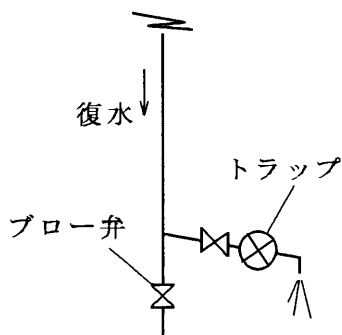
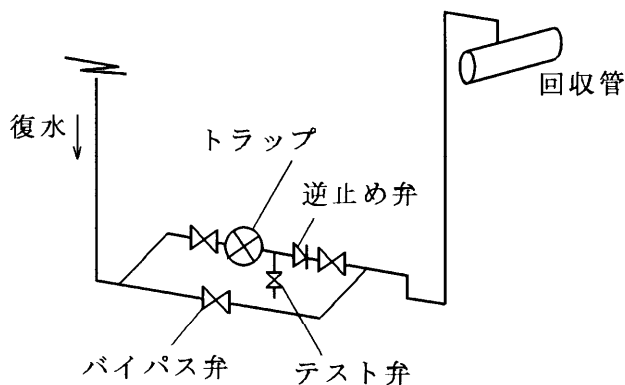

図 2
図 3
<ul style="list-style-type: none">● 取付は水平配管に、弁箱の流れ方向矢印を流体の流れ方向に合わせて、なるべく垂直に取り付けてください。大気開放の場合は図2のように配管し、また、復水回収管に接続する場合は配管工事後の配管ブローのときのために図3のようにバイパス管を設けて下さい。● 配管に接続の際、過剰なねじ込みは避けてください。弁箱が破損する可能性があります。● 組立の際、弁座をふたにねじ込むときは、レバー支持金具の穴に確実に弁座の段部が嵌まっていることを確認して、ねじ込んでください。このとき、液体ガスケットをレバー支持金具両面の当り面に塗ってください。● 組立の際、E形止め輪やばね輪は、ぴったり嵌まっていることを確認してください。● 組立の際、ふたにレバーやバケットを取り付けて弁箱にのせます。このとき、バケットが外れやすいので注意が必要です。弁箱入口側のふたの端を少し持ち上げると、バケットの釣り金具がレバーに確実に
- 3.1 水平配管に、弁箱の流れ方向矢印を流体の流れ方向に合わせて、なるべく垂直に取り付けてください。大気開放の場合は図2のように配管し、また、復水回収管に接続する場合は配管工事後の配管ブローのときのために図3のようにバイパス管を設けて下さい。